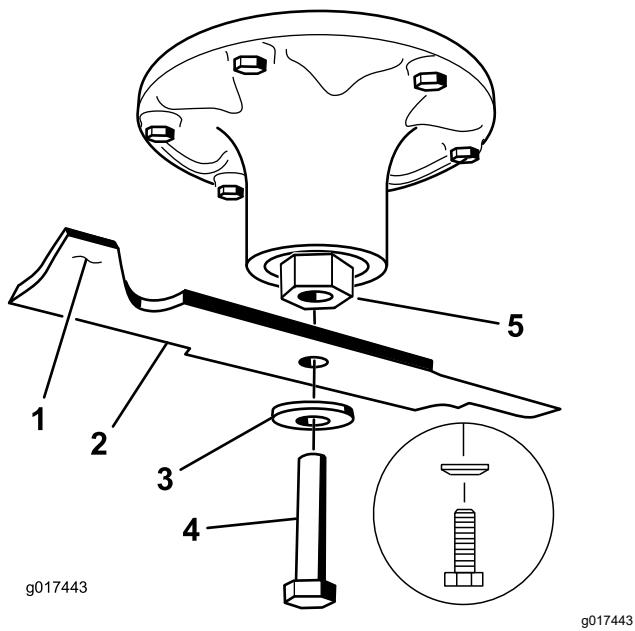

Figure 114
2. Enlevez de l'axe le boulon, la rondelle bombée et la lame (Figure 114).
- Placez la lame sur l'axe (Figure 114).
- Montez la rondelle bombée et le boulon de lame (Figure 114).